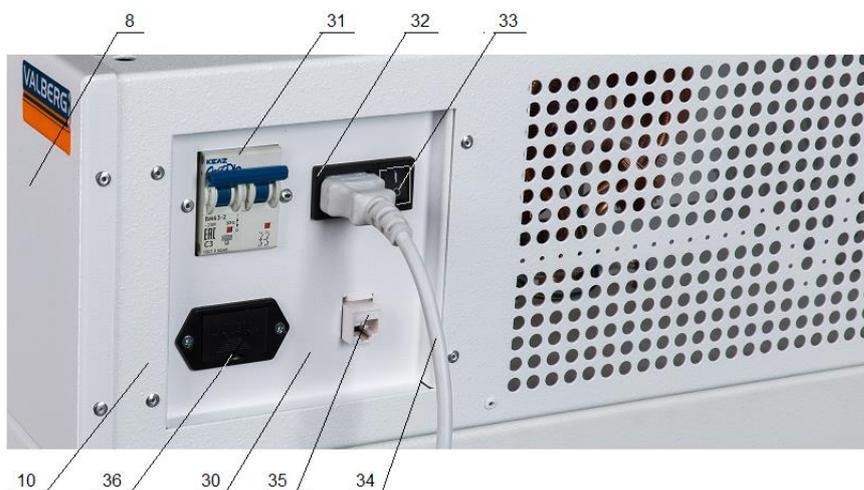

Рис. 3. Панель электропитания АС блока управления сейфа-термостата.
4.9 На правой боковой стороне кожуха блока электроники (рис.3) данных моделей, размещена панель (30) с элементами управления электропитанием изделия.
4.10.2 На фронтальной стороне блока управления (8, рис.3) блока электроники (10, рис. 3) сейфа-термостата размещен измеритель-регулятор. Внешний вид лицевой панели измерителя-регулятора изображен на рис. 4.
6.7 Подключить розетку шнура электропитания (34, рис. 3) к вилке сетевой (32, рис. 3) с клеммой защитного заземления изделия, установленной на панели электропитания АС (30, рис. 3).
6.8.1 Подключить вилку шнура (34, рис. 3) к розетке Пользователя, с подключенной клеммой защитного заземления в сети электропитания 220 V AC.
6.9 Установить автоматический выключатель (31, рис. 3) в положение «Вкл.».
6.10 Перевести выключатель (33, рис. 3) в положение «I».
6.10.2 В случае события по п. 6.10.1, а также при аварийных отключениях сети электропитания 220 V AC, звуковую сигнализацию необходимо отключать путем перевода выключателя (33, рис. 3) в положение «0».
6.16.1 Сейфы-термостаты оснащены разъемом RJ45 (35, рис.3) для подключения интерфейса изделия к сети Пользователя, стандарта EIA RS-485 и к цепям сигнализации медицинского учреждения, назначение и параметры которых представлены в таблице 2.
6.17.6 Перед первым запуском программы TermodatNet подключите к разъемам RJ45 (35, рис.3) изделий вилки RJ45 8P8C с UTP кабелем сети Пользователя (рис.8, 9), стандарта EIA RS-485, с учетом назначения его витых пар по таблице 2. При этом необходимо применять единый протокол обмена Modbus ASCII у сейфов-термостатов, подключенных через конвертор USB/RS485 к ПК.